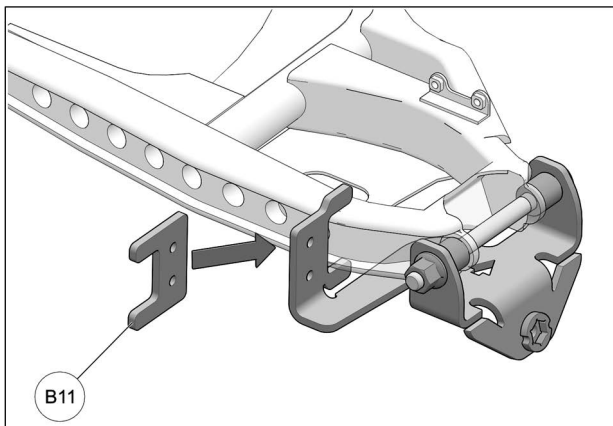

Fig. 12
13. Placer la plaque espaceur (B11) derrière l'extrémité en C de l'ancrage et aligner les trous. Voir la Fig. 12